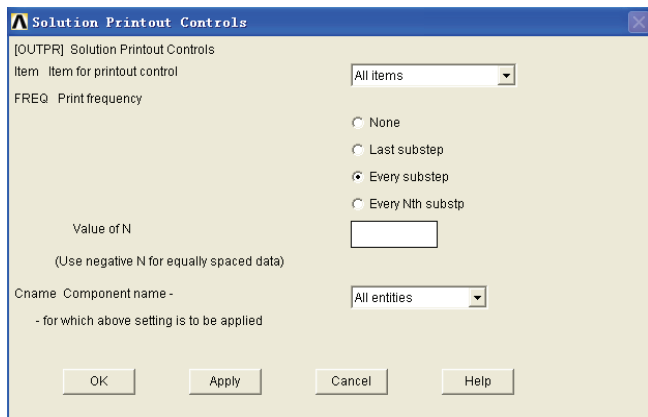

图 8-40 求解输出设置
2) 选择 Main Menu | Solution | Load Step Opts | Output Ctrl | Solu Printout 命令, 出现 Solution Printout Controls 对话框, 在 Item Item for printout control 下拉选框中选择 All items, 在 FREQ Print frequency 选项中选择 Every substep, 其余选项采用默认设置, 如图 8-40 所示, 单击 OK 按钮关闭该对话框。